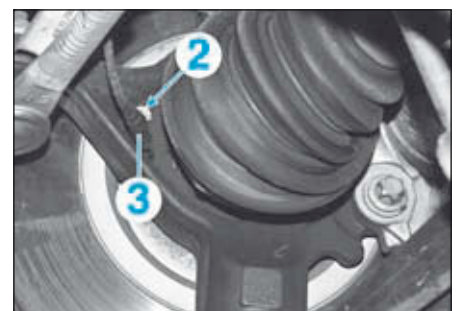

FIG.55
- Déposer (Fig.55) :
- la vis (2),
- le capteur de roue avant (3).